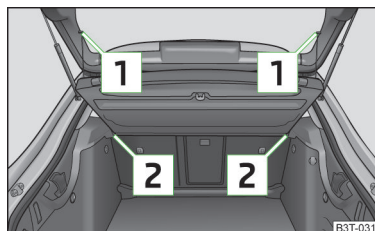

Fig. 104
- Accrochez les sangles **1** » fig. 104 du capot de coffre à bagages.
- Poussez la tablette du coffre à bagages jusqu'à la butée **2** » fig. 104.